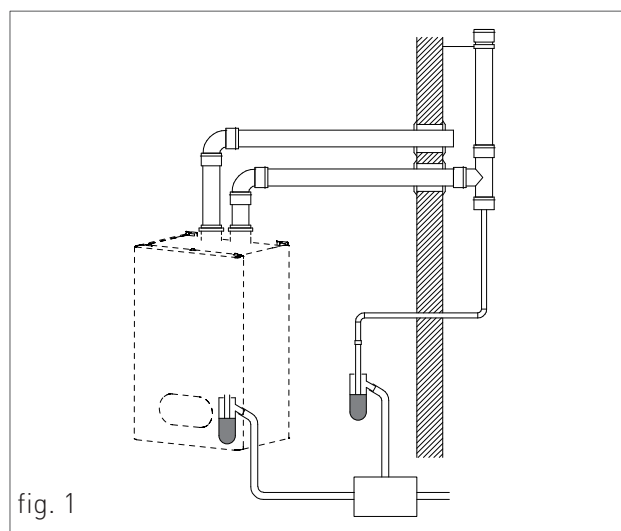

fig. 1
- > Nel caso di installazione di condotto fumi verticale, inserire un sifone raccogli condensa alla base del condotto collegato alla rete fognaria dell'abitazione (fig. 1).
Per questo tipo di caldaia sono disponibili le seguenti configurazioni di scarico dei fumi: B23P, B33, C13, C33, C43, C53, C63, C83 e C93 (vedi Fig. 1).